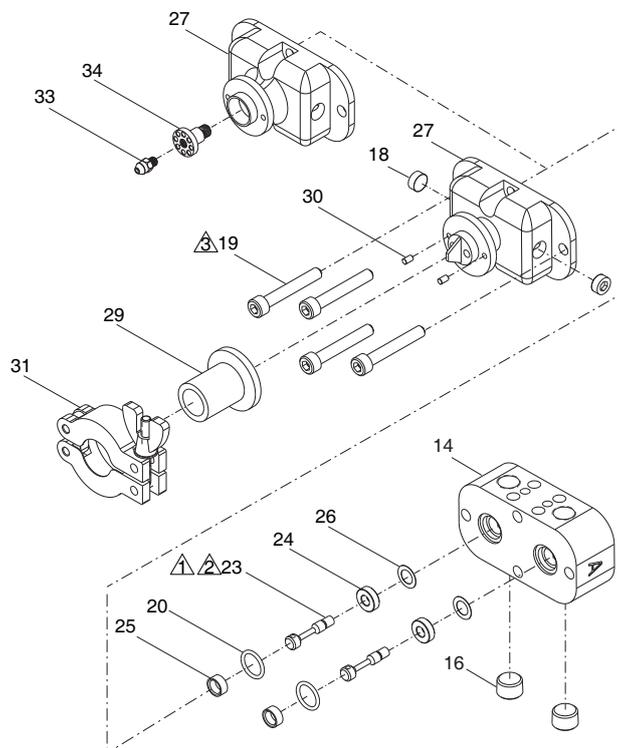
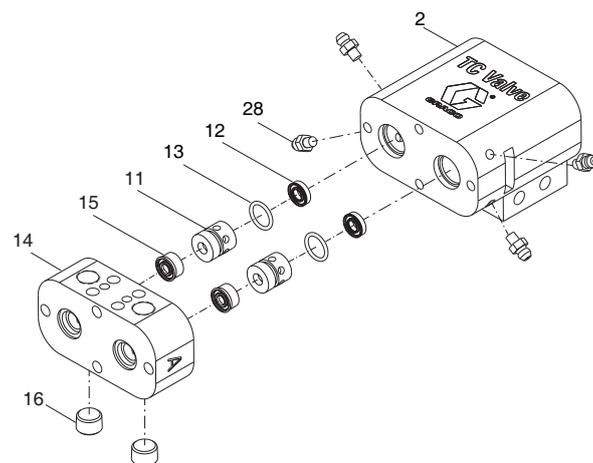
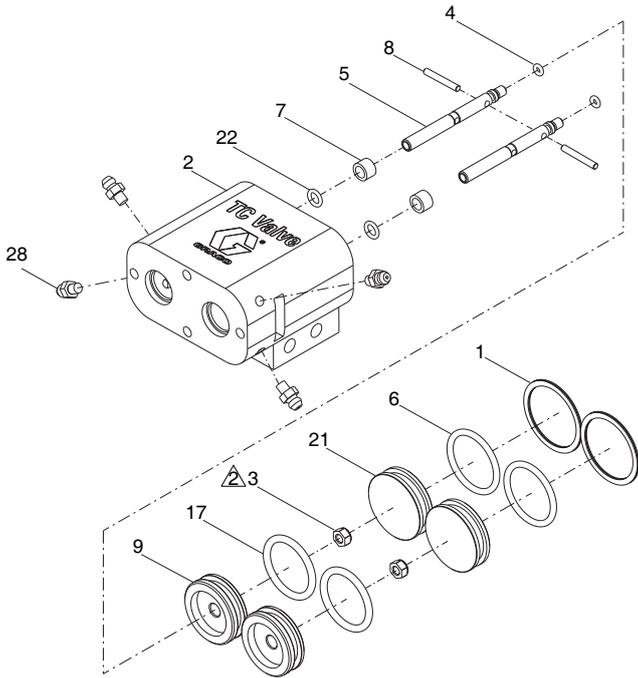

图 3
图 4
图 5
3. 松开管夹 (31) 球形螺母，然后拆下混合器盖 (29)。
4. 拆下四个突出部分的螺丝 (19)，将突出部分 (27) 从阀门上拉开，
5. 拆下插入件 (25)，然后从入口外壳 (14) 上拆下 O 形圈 (20)。
6. 使用 3/32 in. 的尖冲头拆下喷针 (23)，然后从入口外壳 (14) 上拆下阀座 (24) 和垫圈 (26)。参见图 3。
7. 将入口外壳 (14) 从气缸 (2) 上滑下，然后拆下密封件 (15)。参见图 4。
8. 拆下轴承 (11)、轴承 O 形圈 (13) 和辅助流体密封件 (12)。
9. 拆下气缸 (2) 背面的固定环 (1)。将两个轴 (5) 推入气缸 (2)，移出气缸盖 (21)。参见图 5。
10. 推动两个轴 (5)，将活塞 (9) 组件从气缸 (2) 中移出。
11. 使用 O 形圈钳拆下 O 形圈 (22)，然后使用螺丝刀从气缸 (2) 上拆下套筒轴承 (7)。
12. 从柱塞 (9) 上拆下 O 形圈 (6)，并从气缸盖 (21) 上拆下 O 形圈 (17)。
13. 从轴 (5) 上拆下防松螺母 (3)、销 (8) 和 O 形圈 (4)。
1. 润滑 O 形圈 (22) 和轴承 (7)。将 O 形圈插入气缸 (2)。参见图 5。
2. 将轴承 (7) 压入气缸外壳 (2)，卡住 O 形圈 (22)。
3. 润滑并重新组装活塞组件：柱塞 (9)、O 形圈 (6)、定位销 (8)、螺母 (3)、O 形圈 (4) 和气缸轴 (5)。以 25-30 英尺磅 (2.8-3.4 牛·米) 的扭力将螺母 (3) 拧紧。轴 (5) 悬挂时应留有间隙，以便在轴承中自对准。
4. 润滑气缸 (2) 的内径。将活塞 (9) 组件推入气缸。
5. 润滑 O 形圈 (17) 并将其组装到盖 (21) 上。将盖 (21) 推入气缸 (2)。
6. 安装外部固定环 (1)。
1. 润滑轴承 (11)、O 形圈 (13) 和密封件 (12、15)。将 O 形圈 (13) 放在轴承上。小心地将密封件 (12) 插入轴承凹槽，密封件的唇缘朝向轴承。务必谨慎操作，切勿损坏密封件唇缘。参见图 4。
2. 将轴承 (11) 推入气缸 (2)。
3. 润滑入口外壳 (14) 并将密封件 (15) 插入入口外壳 (14)，将弹簧朝向流体入口。
4. 将垫圈 (26)、阀座 (24) 和 O 形圈 (20) 插入入口外壳 (14)。参见图 3。
5. 拧入喷针 (23) 并以 25-30 in.-lb (2.8-3.4 N·m) 的扭力拧紧。
6. 请参见**突出部分方向** (第 8 页)。用插入件 (25) 和对应螺丝 (19) 安装突出部分 (27)。以 115-120 英尺磅 (14-15 牛·米) 的扭力将突出部分螺丝拧紧。
7. 对于 **26D920** 和 **26D921**，安装注油器管 (34) 并以 40-50 英尺磅 (4.5-5.6 牛·米) 的扭力拧紧。
8. 对于 **26D920** 和 **26D921**，安装注油器喷嘴 (33) 并以 25-30 英尺磅 (2.8-3.4 牛·米) 的扭力拧紧。
9. 插入带有管夹 (31) 的混合器盖 (29)，并拧紧夹具球形螺母。
10. 拆下注油嘴润滑脂接头 (28)。在下面的润滑脂端口中注入润滑脂，直到润滑脂开始从注油嘴润滑脂接头 (28) 处流出。对另一个注油嘴润滑脂接头 (28) 重复相同的操作。参见图 5。